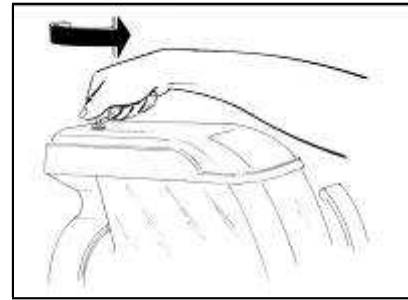
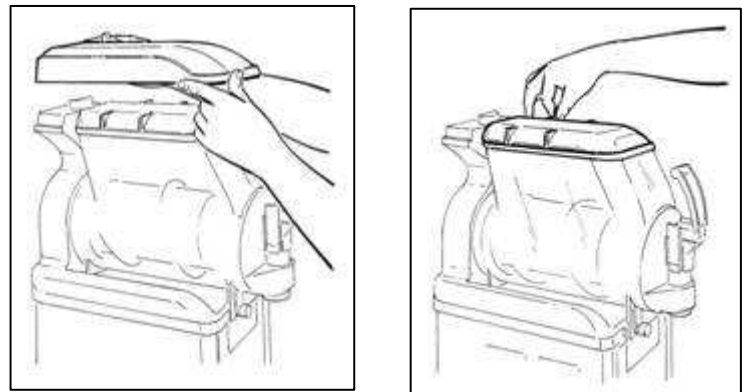

Abb. 23
Abb. 24
- Nachdem der Anschlag mithilfe des zugehörigen Schlüssels (Abb. 23) entfernt wurde, zunächst den Sicherheitsdeckel und dann den darunter liegenden Deckel abnehmen, wie in Abb. 24 dargestellt.